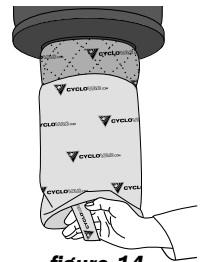

figure 14
2. Utiliser les ganses situées à la base des filtres pour les retirer (**figure 14**). Nous recommandons le nettoyage du filtre antiblocage à chaque vidange de cuve. Vous pouvez soit le secouer ou le laver, selon vos besoins. Pour le filtre épais, celui-ci peut être lavé aux quatre vidanges de cuve, soit environ une fois par année.